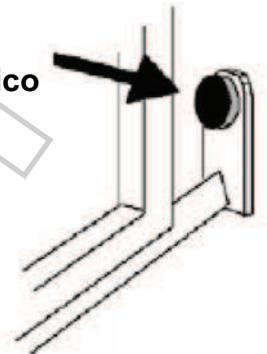
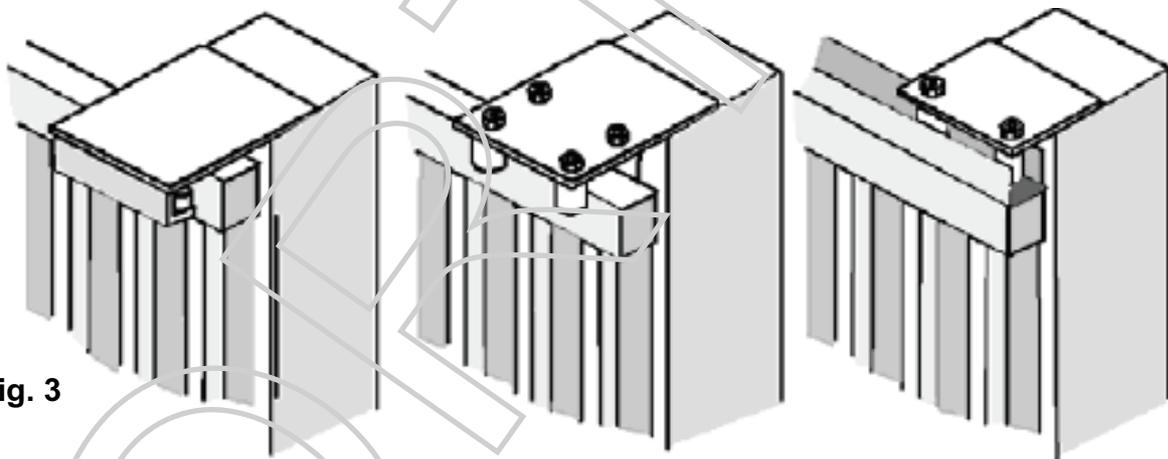

Fig. 2
Fig. 3
- Antes de proceder al montaje del automatismo controlar el buen funcionamiento de la cancela. Asimismo es conveniente verificar que la guía de desplazamiento a tierra (**Fig. 1**) no presente malformaciones, que se encuentre perfectamente nivelada y que el tope mecánico en apertura esté presente (**Fig. 2**), para evitar que la cancela salga de las guías superiores (**Fig. 3**).
Verificar que la guía de desplazamiento superior (**Fig. 3**) esté fijada firmemente y que la cancela se desplace libremente.
Posicionar el motorreductor y fijarlo con los pernos suministrados. **A** (**Fig.2**).
Fijar firmemente la cremallera en la cancela, dejando una distancia de 2 a 3 mm. desde el piñón del motor (**Fig.3**).